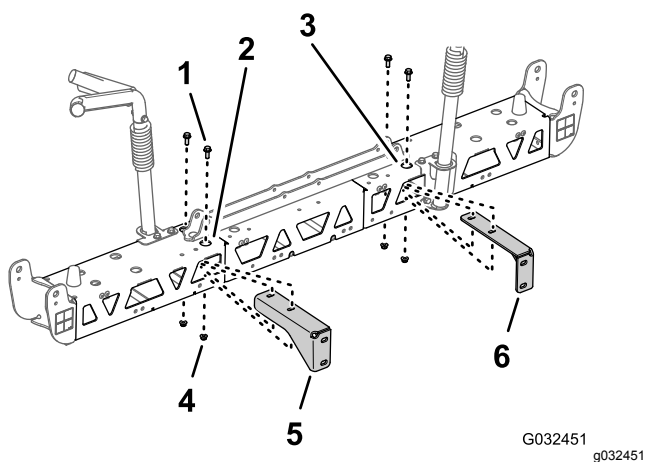

图78
2. 如图78所示将右支撑托架中的孔与右桁架框架中的孔对齐。
3. 使用在从中央喷洒臂段上卸下支撑托架(页码 28)的步骤 2 和 3 中卸下的 2 个凸缘头螺栓3/8 x 1 英寸和 2 个凸缘锁紧螺母3/8英寸将右支撑托架组装到右桁架框架上图78。
4. 对左桁架框架的左支撑托架重复步骤 2 和 3图78。